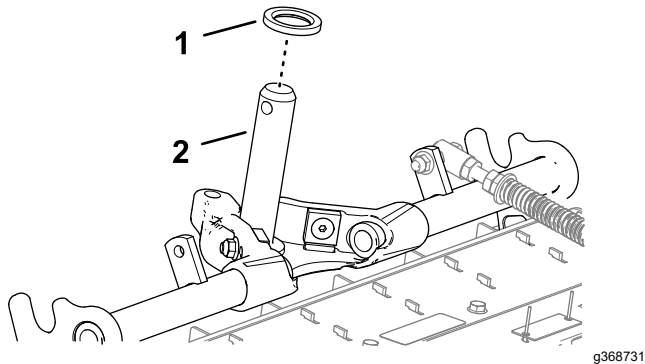

Figure 24
1. Vérifiez que la rondelle de butée fraisée est bien insérée par-dessus l'arbre de bâti porteur (Figure 24).